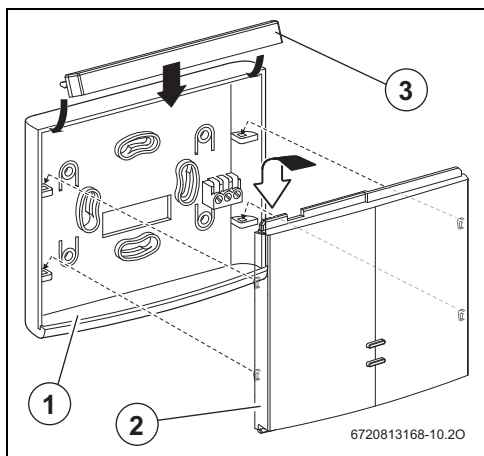

Fig. 5 Pose du récepteur sur la plaque murale
- ▶ Engager les quatre clips à l'arrière du récepteur (→ fig. 5, [2]) dans les quatre logements sur la plaque murale.